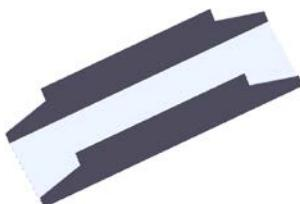
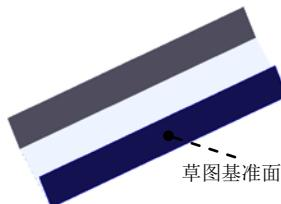

图 11.2.6 切除一拉伸 1
图 11.2.7 草图基准面
(3) 定义法兰参数。
① 定义法兰角度值。在 **角度(G)** 区域的 **A** 文本框中输入角度值 90.0。
② 定义长度类型和长度值。在“边线法兰”对话框 **法兰长度(L)** 区域的 **L** 下拉列表中选择 **给定深度** 选项，在 **D** 文本框中输入深度值 25.0。在此区域中单击“外部虚拟交点”按钮 .
③ 定义法兰位置。在 **法兰位置(N)** 区域中，单击“材料在内”按钮 .
(4) 单击 \checkmark 按钮，完成边线一法兰 1 的创建。
Step4. 创建图 11.2.6 所示的切除一拉伸 1。
(1) 选择命令。选择下拉菜单 $\text{插入(I)} \rightarrow \text{切除(C)} \rightarrow \text{拉伸(E)...}$ 命令。
(2) 定义特征的横断面草图。
① 定义草图基准面。选取图 11.2.7 所示的表面作为草图基准面。